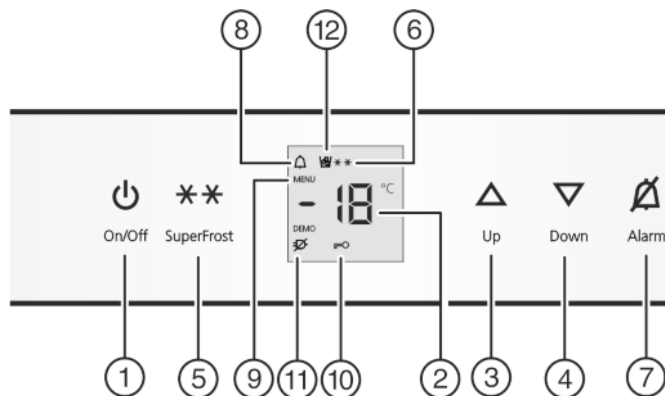

Fig. 2
- ▶ Appuyer sur la touche On/Off Fig. 2 (1).
- ▶ Activer le mode de réglage : appuyer env. 5 sec. sur la touche SuperFrost Fig. 2 (5).
- ▷ Le symbole Menu Fig. 2 (9) est allumé.
- ▶ Confirmer : appuyer brièvement sur la touche SuperFrost Fig. 2 (5).
- ▶ Appuyer brièvement sur la touche SuperFrost Fig. 2 (5) pour activer la sécurité enfants.
- ▷ Le symbole Sécurité enfants Fig. 2 (10) est allumé. L'affichage **c** clignote.
- ▶ appuyer brièvement sur la touche SuperFrost Fig. 2 (5) pour désactiver la sécurité enfants.
- ▷ Le symbole Sécurité enfants Fig. 2 (10) s'éteint. L'affichage **c** clignote.
- ▶ Désactiver le mode de réglage : appuyer sur la touche On/Off Fig. 2 (1).
L'affichage de la température clignote en même temps que le symbole Alarme Fig. 2 (8).
L'avertisseur sonore s'éteint automatiquement et le symbole Alarme Fig. 2 (8) et l'affichage de température arrêtent de clignoter lorsque la température est de nouveau suffisamment froide.
- ▶ Augmenter la température : appuyer sur la touche de réglage Up Fig. 2 (3).
- ▶ Diminuer la température : appuyer sur la touche de réglage Down Fig. 2 (4).